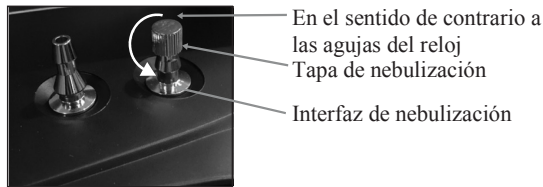

Figura 7: Nebulización
- ▶ En la interfaz de nebulización, sujete la tapa de nebulización y tire de ella hacia arriba (Figura 7).